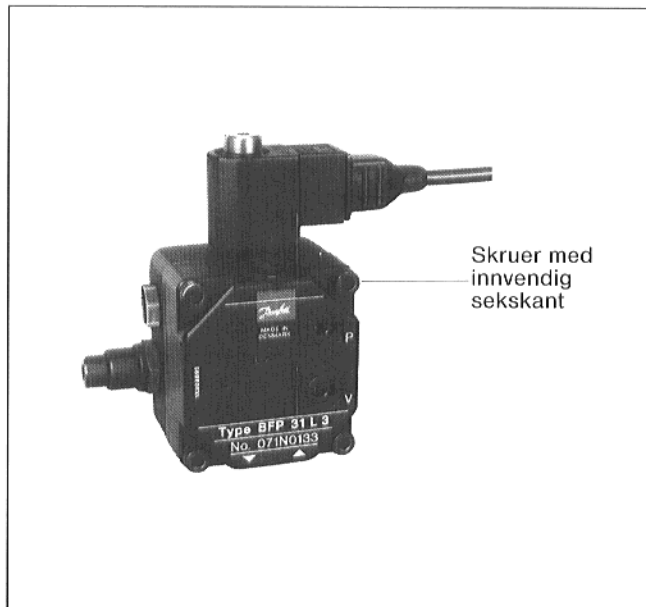

Fig. 10: Danfoss-pumpe BFP 31L3
- 3.2 Til rengjøring av oljepumpefilteret løses de fire skruene med innv. sekskant (fig. 10 og 11).